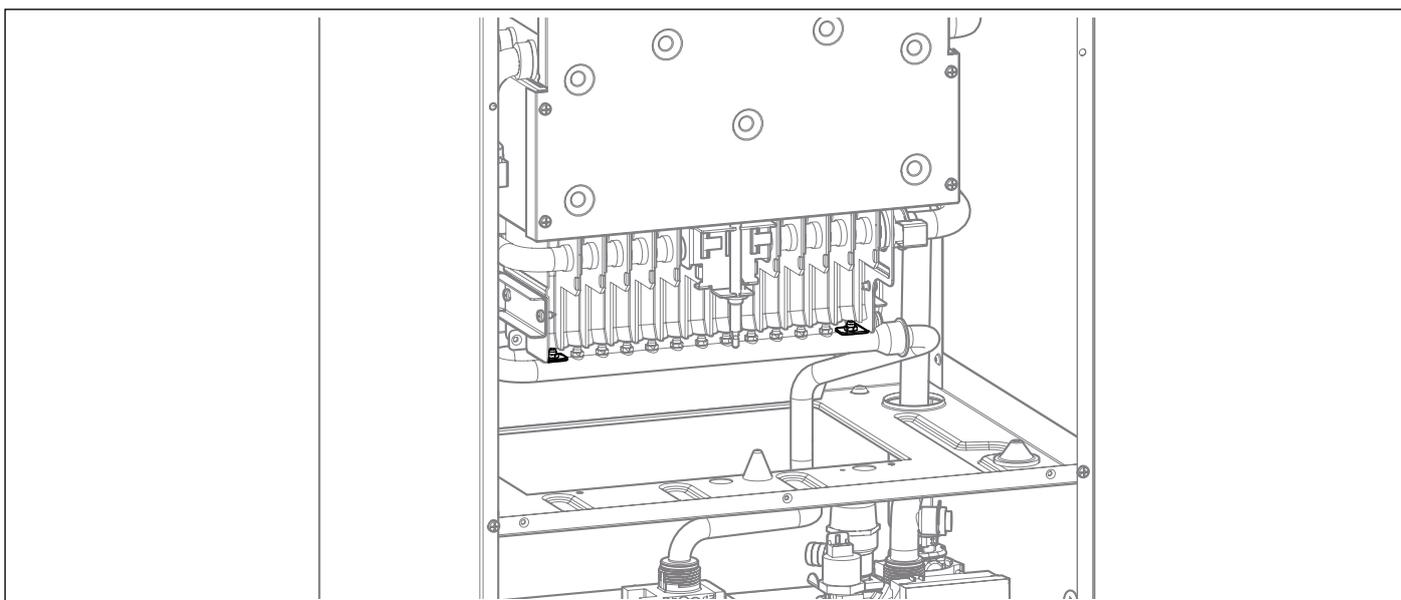

Fig. 28 Centraggio degli ugelli
- Quando si inserisce il nuovo collettore, fare in modo che i primi ugelli a sinistra e i primi ugelli a destra siano correttamente centrati negli appositi fori predisposti (vedi Fig. 28 Centraggio degli ugelli).